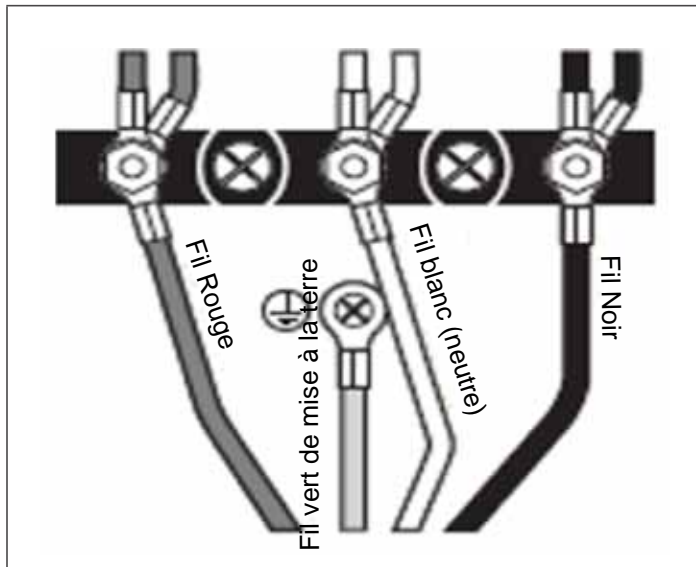

Figure 14: Connexion à quatre fils
- Fixez le fil neutre mis à la terre du circuit d'alimentation au plot central du bloc de jonction avec un écrou (voir la Figure 14).